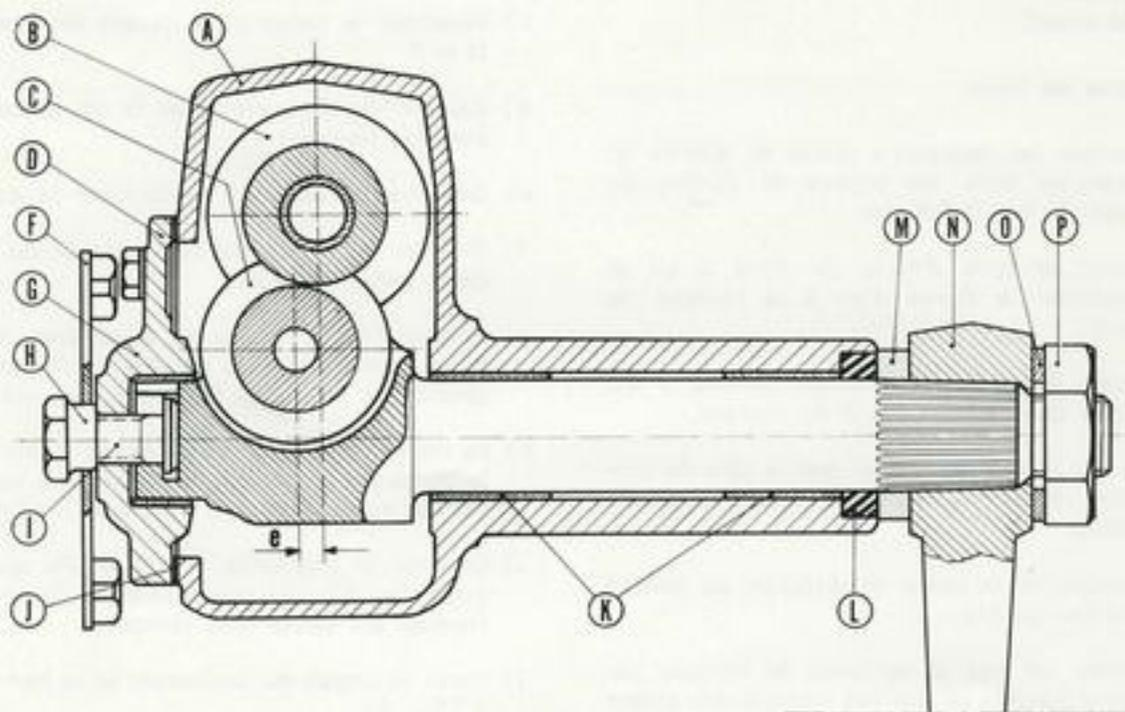

Fig. 6
f) Enlever les 4 vis du couvercle D du porte-galet (voir fig. 6).
g) Enlever l'écrou H (fig. 6) puis, avec un tournevis, visser à fond la vis I. Auparavant, décoller le couvercle D (fig. 6) au maillet.
h) Le couvercle enlevé, sortir la vis I (fig. 6) et le porte-galet. En cas de résistance, taper au maillet sur l'extrémité fileté de l'arbre.
c) Montage de l'arbre porte-galet et son couvercle (voir fig. 6).
La figure 6 nous montre le décalage existant entre l'axe de la vis B et du galet C. Pour obtenir une direction sans jeu, on devra jouer sur cet écart en agissant sur la vis I de façon à bien mettre en contact les flancs de la vis et du galet.